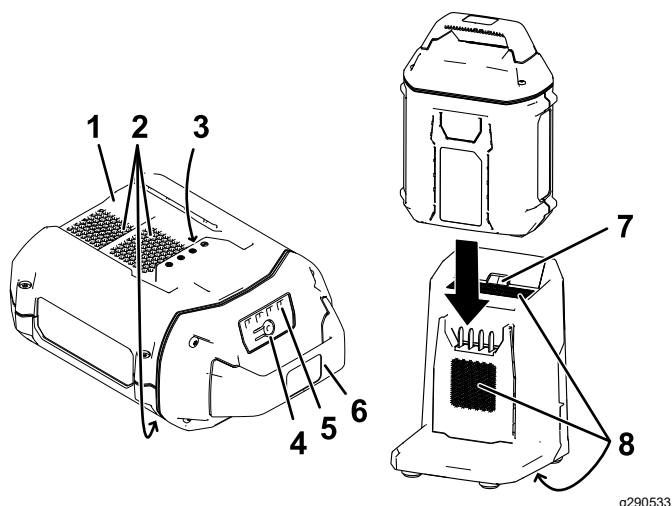

Figure 26
2. Placez le creux de la batterie (Figure 26) devant la languette du chargeur.
3. Insérez la batterie dans le chargeur jusqu'à ce qu'elle soit complètement enclenchée (Figure 26).